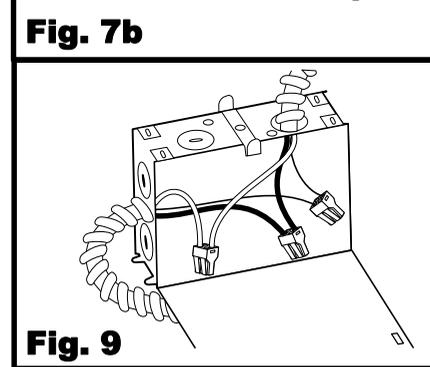

Fig. 9
5. Retira al menos 3 pulgadas del revestimiento exterior del cable y quita la envoltura de papel o plástico. Quita aproximadamente 3/8 pulgadas de aislamiento de los extremos de los cables de suministro. Usa los conectores de cable incluidos para hacer las siguientes conexiones en la caja eléctrica: **[Fig. 9]**